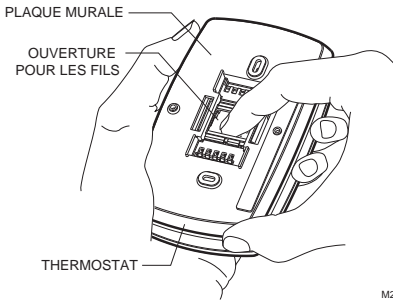

Fig. 2. Séparer la plaque murale du thermostat.
1. Séparer la plaque murale du thermostat. Voir la Fig. 2.